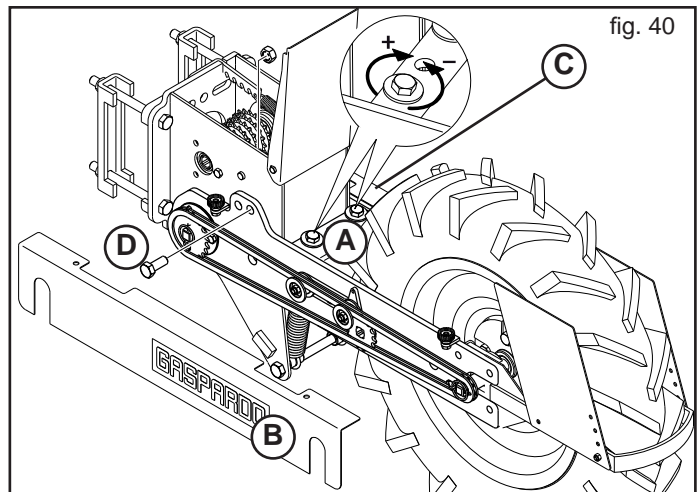

fig. 40
Durch die Schrauben (A Abb. 40) den Druck auf das Rad je nach Beschaffenheit des Bodens ändern.
- 1) Gehäuse (B und C, Abb. 40) abnehmen.
- 2) Befestigungsschrauben (D) entfernen.
- 3) Gehäuse (B und C, Abb. 40) wieder aufsetzen.
- 4) Die Spannung der Doppelfeder mit den Schrauben (A, Abb. 40) regulieren, je nach dem Zustand des Bodens.